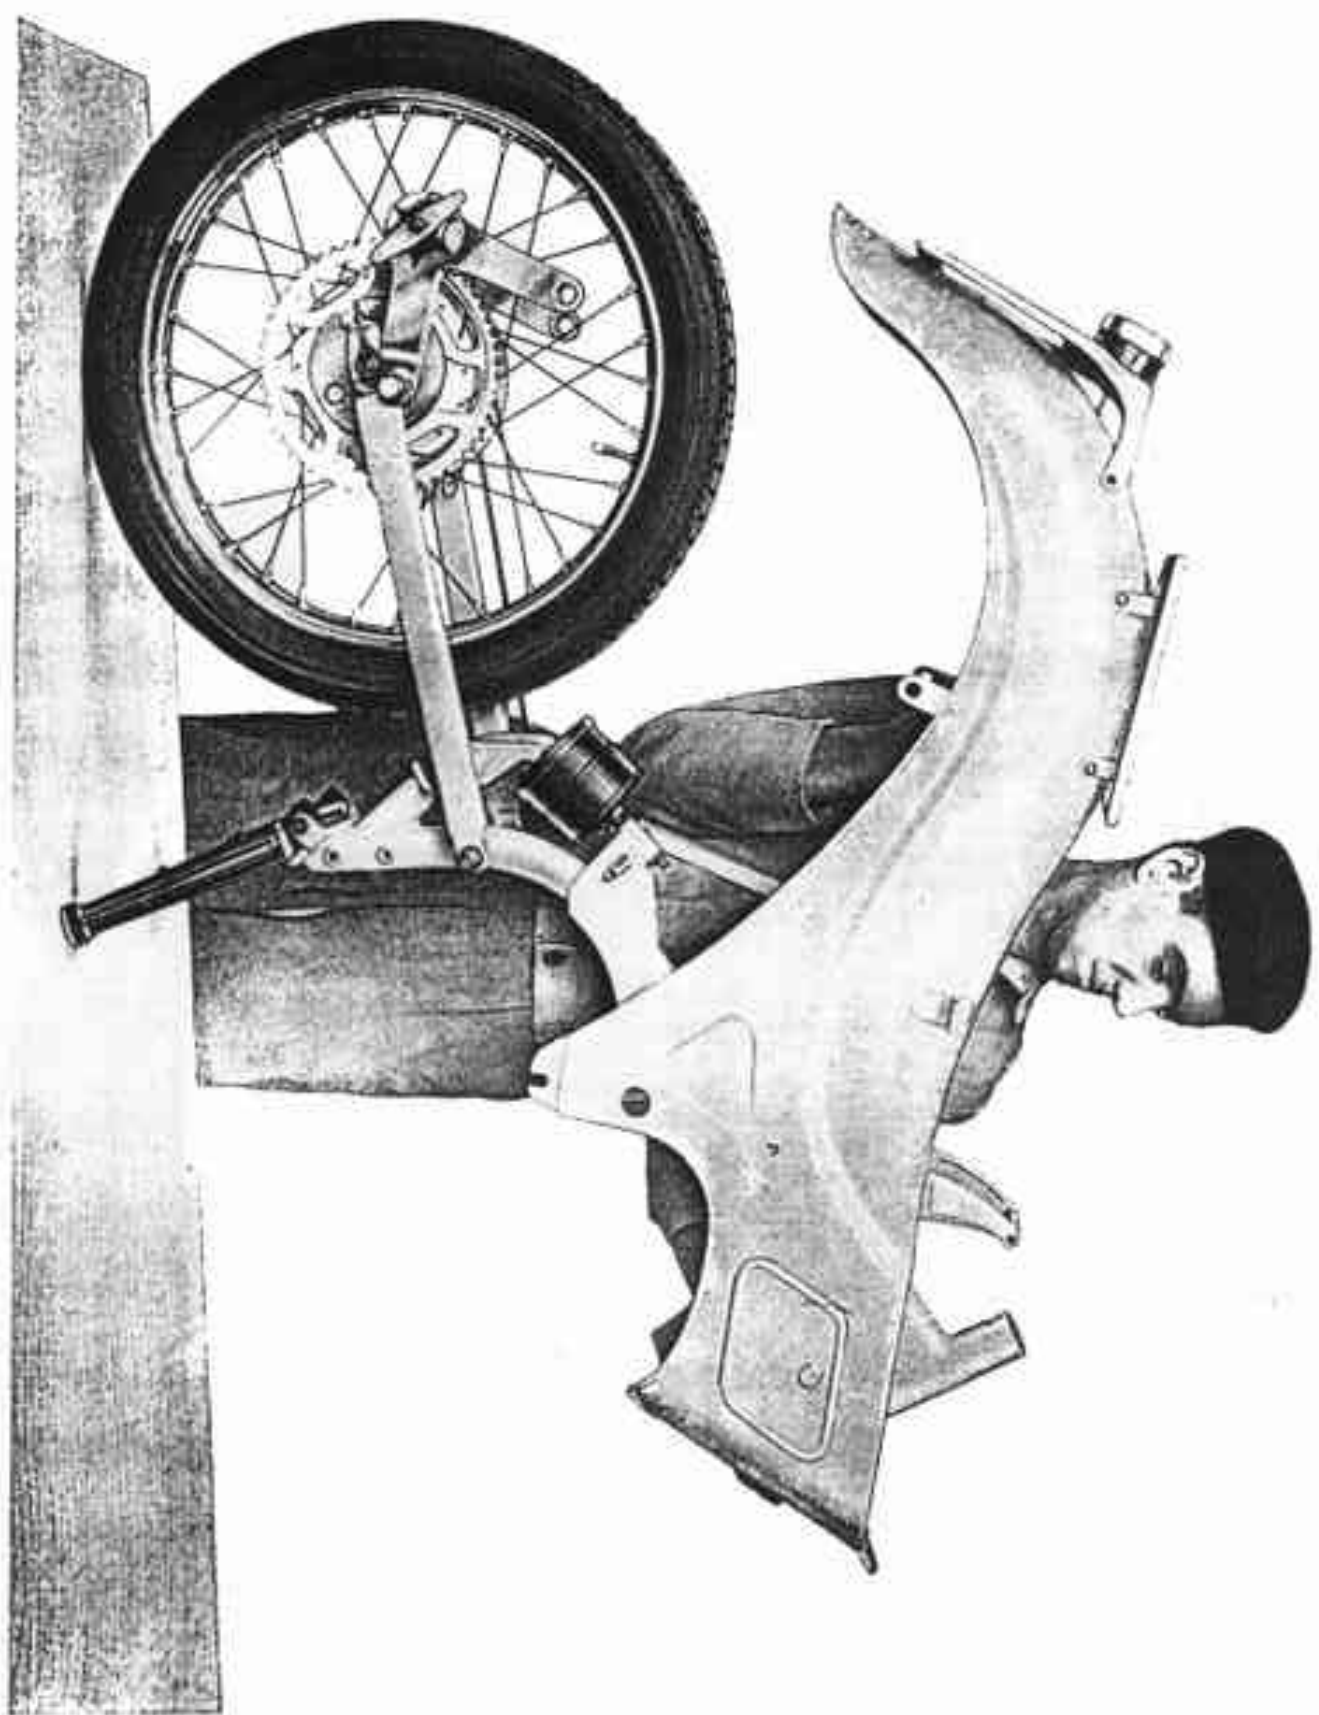

Fig. 27 - Come si sfilia dal telaio la carrozzeria
- la carrozzeria, staccando sulla parte superiore degli ammortizzatori i pannelli di tenuta grasso, i dadi e i rispettivi bulloni con chiave da 22, il bullone che attacca la parte anteriore della carrozzeria al telaio con chiave a tubo da 14 e i due bulloni pure con chiave da 14 sulla parte centrale (destra e sinistra). Dopo di questo, sfilare la carrozzeria dalla parte anteriore del telaio come è dimostrato a fig. 27;